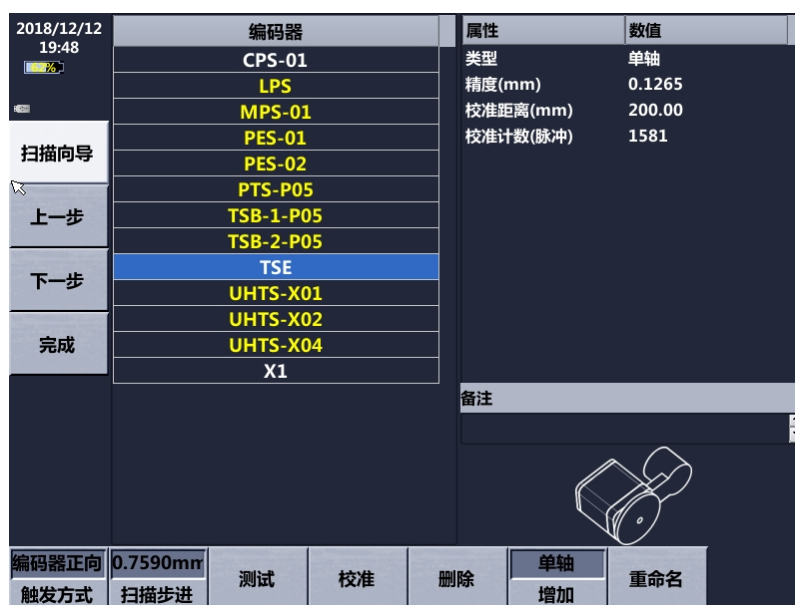

图 3-7 编码器设置
7) 设置“编码器”。在本步骤中可对编码器进行选择，增加、校正、测试等操作，如图 3-7 所示。具体操作方法可参见 5.2 节“编码器管理”。设置完成后点击“下一步”进入步骤 8)。